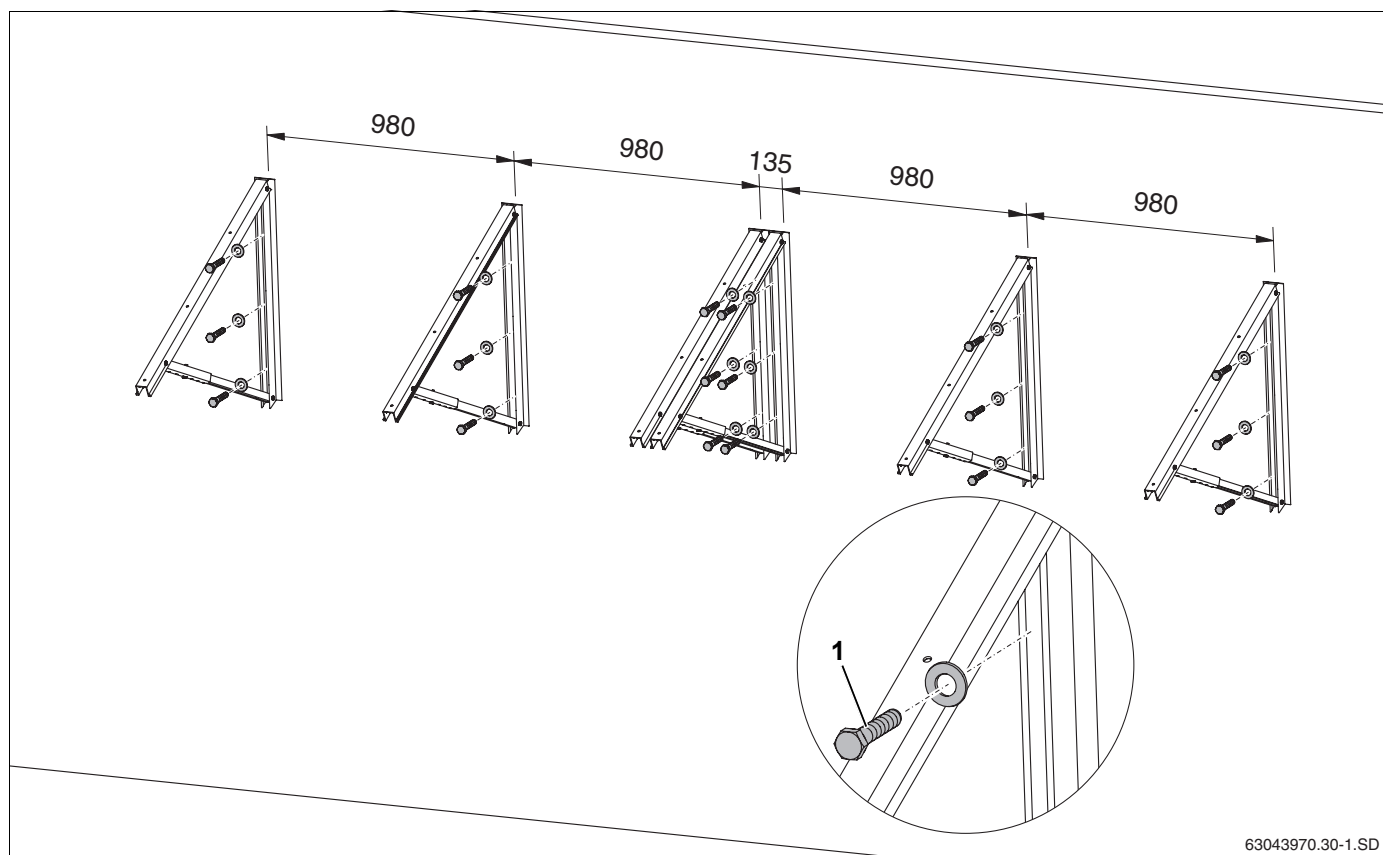

Рис. 30 Расположение опор на фасаде для 2 коллекторов (размеры в мм)
- Каждую опору коллектора нужно закрепить 3 винтами (см. таб. 9, рис. 30, поз. 1) на фасаде рядом друг с другом.